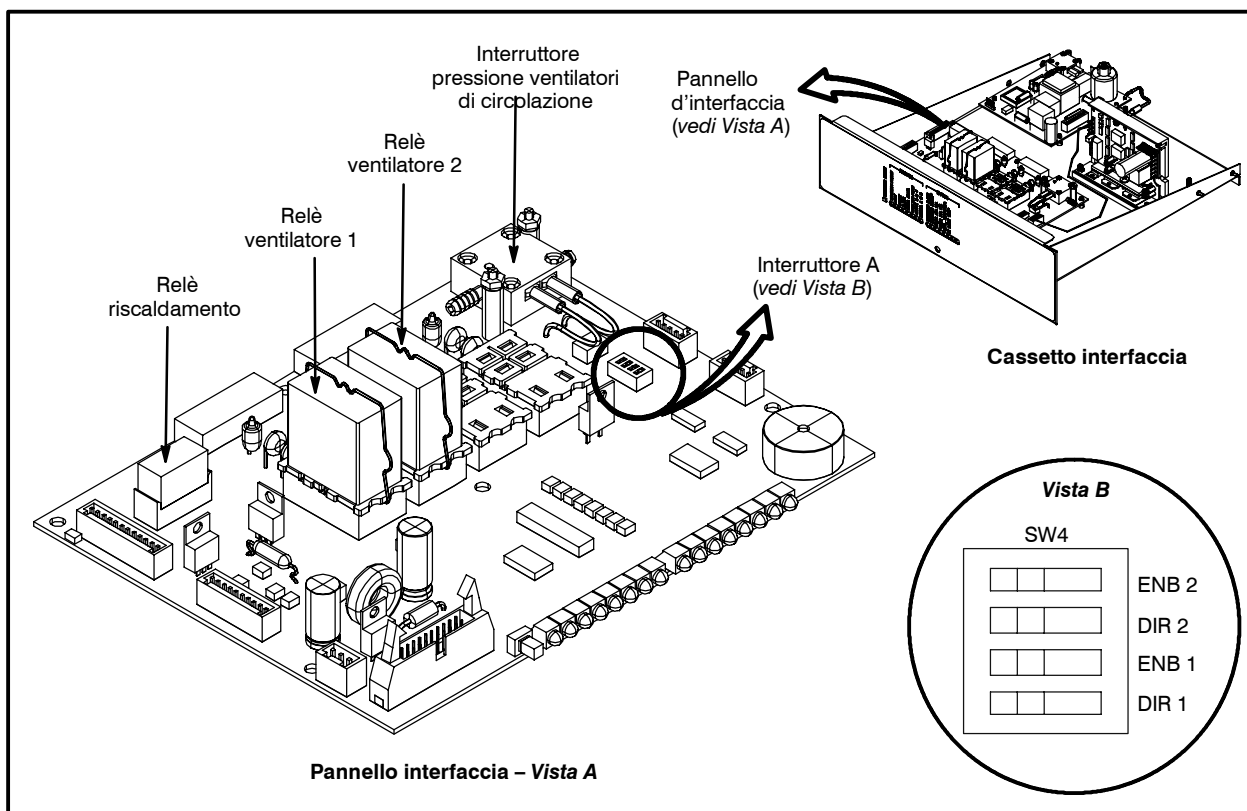

Figura 8
2. Spostare il dip-switch DIR1 di SW4 (interruttore 4) sul pannello di interfaccia. Vedi Figura 8.